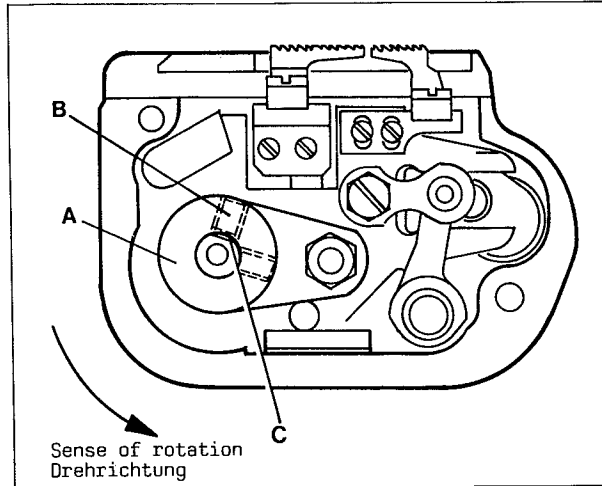

Fig.1
The stitch length of the machine can be varied by changing eccentric (A, Fig. 1). The following stitch length eccentrics are available:
For changing the stitch length eccentric (A, Fig. 1) remove the cylinder cover, loosen the two set screws (B) and pull out the eccentric. Insert the new eccentric. Make sure when tightening set screws (B), that the first set screw in sense of rotation will be fastened on flat (C) of the shaft. Remount cylinder cover.
Die Stichtlänge der Maschine kann durch Wechseln des Exzenters (A, Fig. 1) geändert werden. Folgende Stichtlängenexzenters sind lieferbar:
Zum Wechseln des Stichtlängenexzenters (A, Fig. 1) entfernen Sie den Zylinderdeckel, lösen die beiden Gewindestifte (B) und ziehen den Exzenter ab. Stecken Sie den neuen Exzenter auf. Beachten Sie beim Anziehen der Gewindestifte (B), daß der erste Gewindestift in Drehrichtung auf der Fläche (C) der Welle festgezogen werden muß. Montieren Sie den Zylinderdeckel wieder.